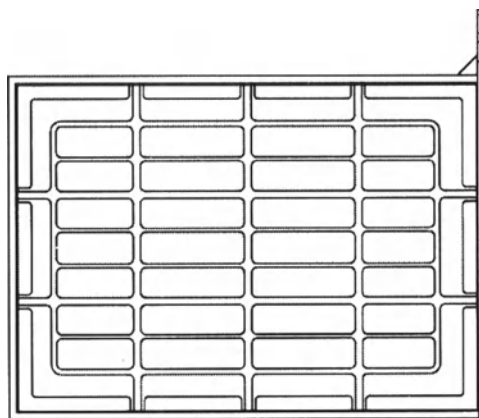

Рисунок 6.1 – Входная распределительная решетка
6.2.3 Для демонтажа входной распределительной решетки выполните действия пп.6.3.1, а затем извлеките её, потянув на себя (рисунок 6.1).
6.3.6 Установите на место сервисную панель (рисунок 6.1):